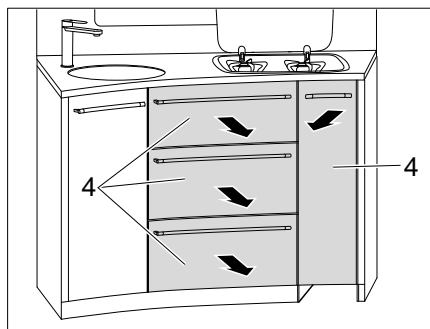

Bild 122 Küchenschubladen herausnehmen
- Küchenschubladen (Bild 122,4) herausnehmen.